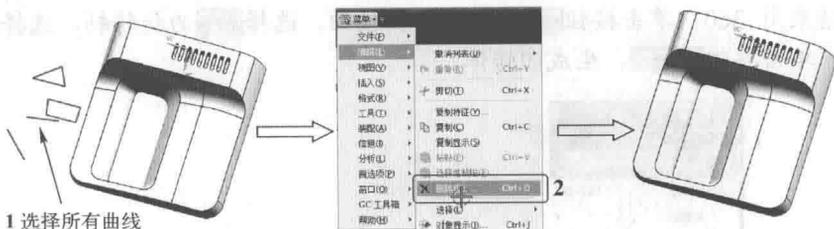

图 1-11 删除曲线操作过程 (二)
- [2] 用鼠标左键单击选择所有曲线,选择菜单栏【编辑】|【删除】命令,删除所选的所有曲线,操作过程如图1-11所示。